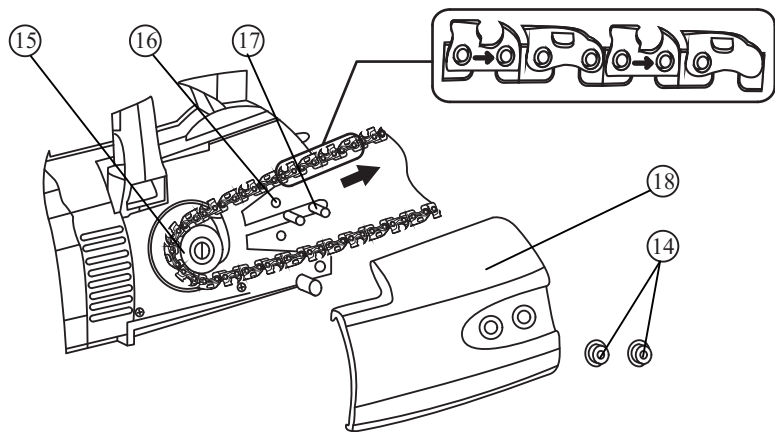

Рис. 2
4.2.1. Установите пильную цепь в следующем порядке (рис. 2):
- отверните две гайки 14 (рис. 1) и снимите крышку натяжителя 18 (рис. 2);
- наденьте на шину 2 пильную цепь 1 так, чтобы режущая кромка была направлена в сторону движения цепи (рис. 2) (в соответствии с обозначением направления движения на самой цепи);